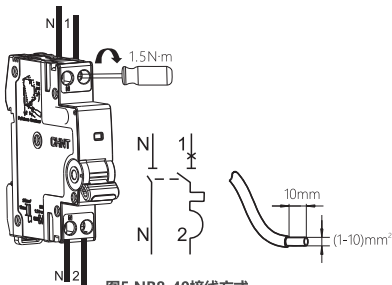

图5 NB8-40接线方式
5.4 适用于铜导线连接，导线选择见表1，接线方式及剥线长度示意如下图5